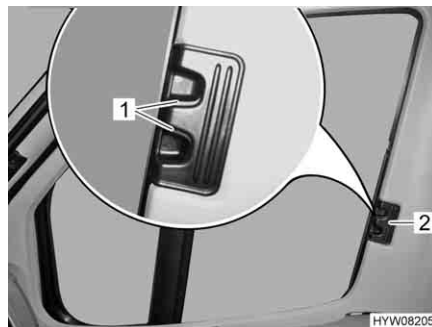

Bild 5 Verriegelung faltverdunklungen Fahrer-/Beifahrerfenster
- Die faltverdunklung am Griff (Bild 5,2) bis zum Anschlag einschieben.
- Die entriegelungsgriffe (Bild 5,1) einrasten lassen.